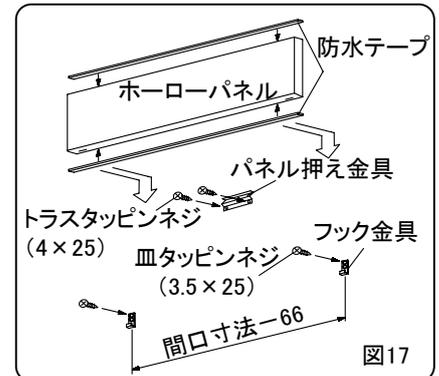

図17
(図17)
(図17,18)
- 4)ジョイント用ホーローパネルをフック金具・パネル押え金具に差し込んでください。(図17,18)